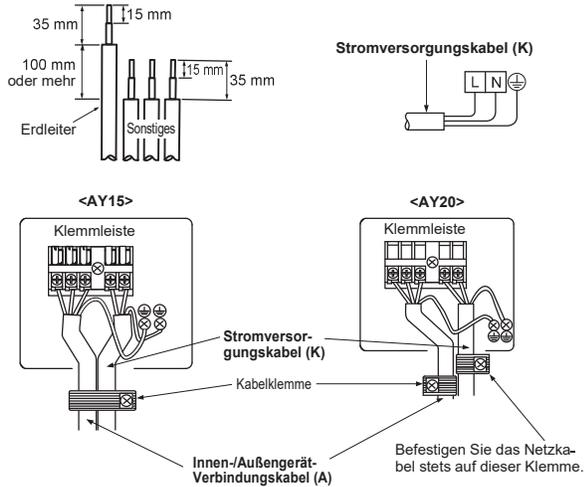

Abbildung 5
- 6) Führen Sie den Ablaufschlauch durch die Wanddurchbruchhülse (C) und haken Sie den oberen Teil des Innengeräts an der Montagetraverse (1) ein. Bewegen Sie das Innengerät dann vollständig nach links, damit Sie die Verrohrung einfacher an der Rückseite des Geräts anbringen können.
- 7) Schneiden Sie den Abstandshalter aus dem Verpackungsstyropor aus und setzen Sie ihn auf die Rippe auf der Rückseite des Innengeräts. (Abbildung 5)
- 8) Verbinden Sie die Kältemittelleitung mit dem Verlängerungsrohr (B).
- 9) Schieben Sie den unteren Teil des Innengeräts in die Montagetraverse (1).